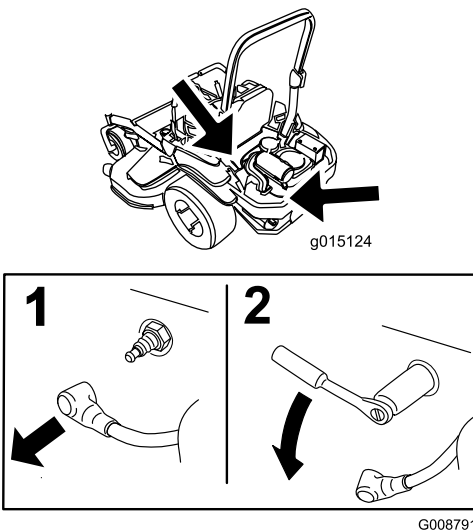

Figura 42
3. Localice y retire las bujías (Figura 42).